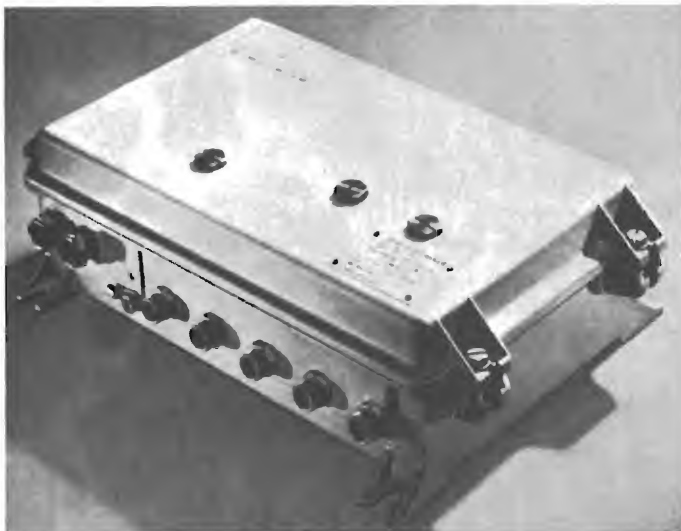

Fig. 4 - Amplificatore di dorsale GGA III in custodia pressofusa stagna all'acqua e schermata all'AF.
boccole per il collegamento di altrettanti cavi (fig. 4). Il circuito è suddiviso in unità funzionali (moduli) che vengono montate nella piastra di base a seconda delle necessità. La foto a colori di cui a pagina 2 mostra ad esempio un amplificatore di dorsale principale con regolazione pilota e amplificatore di derivazione; in figura 5 è riportato il relativo schema a blocchi. I segnali arrivano all'amplificatore (C) passando attraverso il filtro di telealimentazione (FW) con protezione antifulmine, l'equalizzatore di cavo ad innesto (A) e l'attenuatore anch'esso ad innesto (B). Il ricevitore pilota (D) confronta il livello del segnale pilota (o dei segnali pilota) con il valore di riferimento e varia poi l'amplificazione in modo che si ottenga il valore prestabilito. La potenza d'uscita è ripartita tra le uscite 4 e 5, mediante un modulo ad innesto (E), e contemporaneamente disaccoppiata. Una piccola parte della potenza d'uscita, prelevata in precedenza, viene inviata mediante un equalizzatore o un attenuatore (F) all'amplificatore di derivazione (G) che assolve la funzione del primo amplificatore di linea secondaria. Come già detto in precedenza, anche in questo caso la potenza d'uscita può essere suddivisa tra le uscite 2 e 3 mediante un modulo ad innesto (H). Tutte le uscite succitate, come anche l'ingresso, sono equipaggiate con un dispositivo antifulmine e con un filtro di telealimentazione. Un pannello ad innesto consente di realizzare qualsiasi combinazione di alimentazione a distanza. Tre boccole di misura (all'ingresso e alle due uscite)